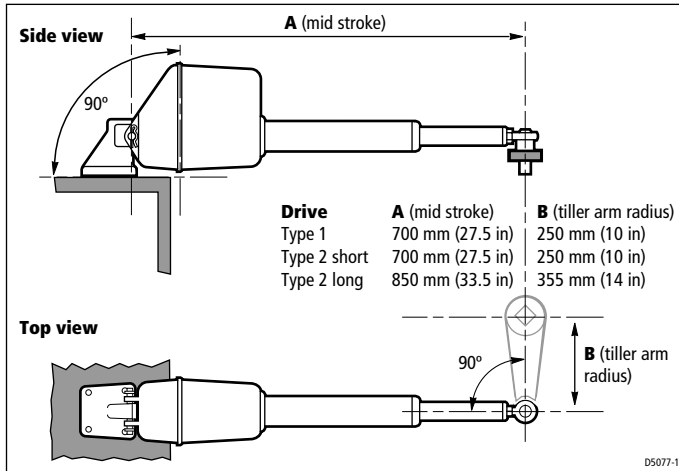

図4：ドライブユニットの位置合わせ
- メインドライブアセンブリは、取り付け面に対して直角にする必要があります（図4参照）。
- 舵が中央部にある場合、ドライブユニットは舵アームに対して直角でなければなりません（図4参照）。
付属のチラーピンアセンブリを使用して、図4に示すチラーアームの半径でロッドの端をチラーアームに取り付けます。
注：必要に応じて、図4に示す半径で、チラーアームに13mm (0.52インチ) の穴を開ける必要があります。